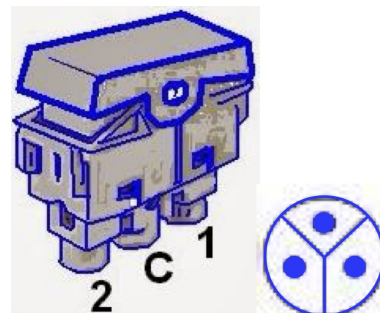

Figura 2: Interruptor 3 vías o escalera
2. Arme el circuito de la figura 2.
- Dibujar la conexión de una lámpara controlada con un apagador sencillo y un contacto sencillo. Usar figura 2.